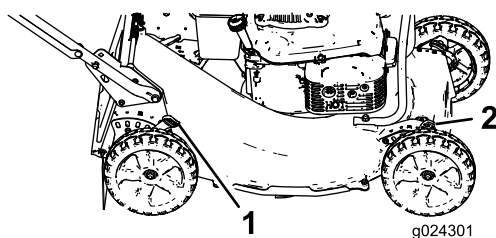

Figure 12
1. Tirez le levier de hauteur de coupe vers la roue (Figure 12) et amenez-le à la position voulue.